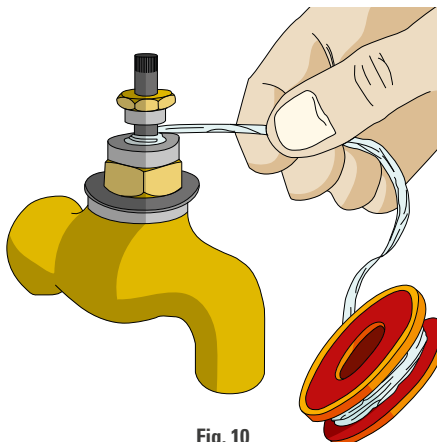

Fig. 10
❶ Coloque nuevamente el vástago y ajuste la tuerca inferior –no olvide colocar la arandela y/o teflón–. Ahora, con un poco de hilo sisal o de algodón o un rollo de cinta de teflón, forme un pequeño cordón y colóquelo alrededor del vástago (Fig. 10). Úntelo con un poco de grasa común –la misma que se utiliza para autos, máquinas– o vaselina sólida.